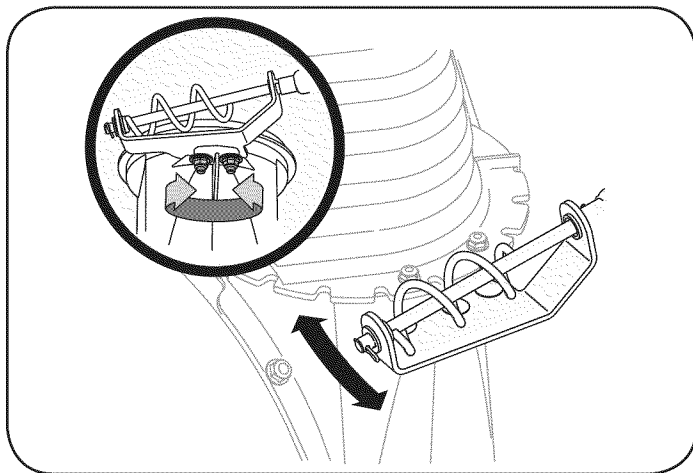

Figura 27
1. Aflojar las dos tuercas que aseguran el soporte de la tolva y recolocar ligeramente. Vea la Figura 27.